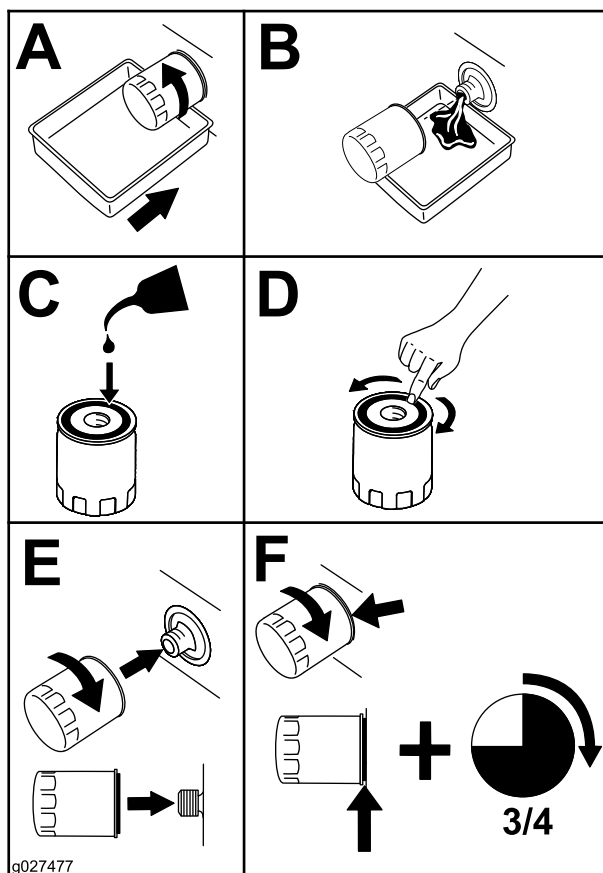

Figure 49
2. Remplacez le filtre à huile moteur (Figure 49).